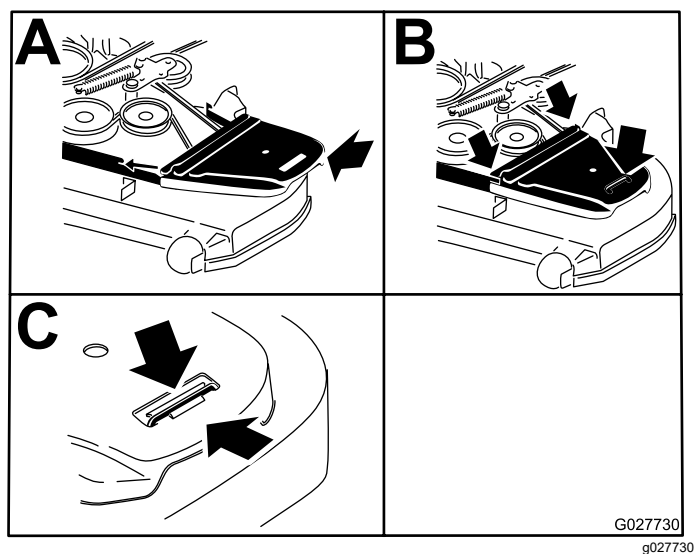

Figura 59
15. Montați capacele curelei (Figura 59).